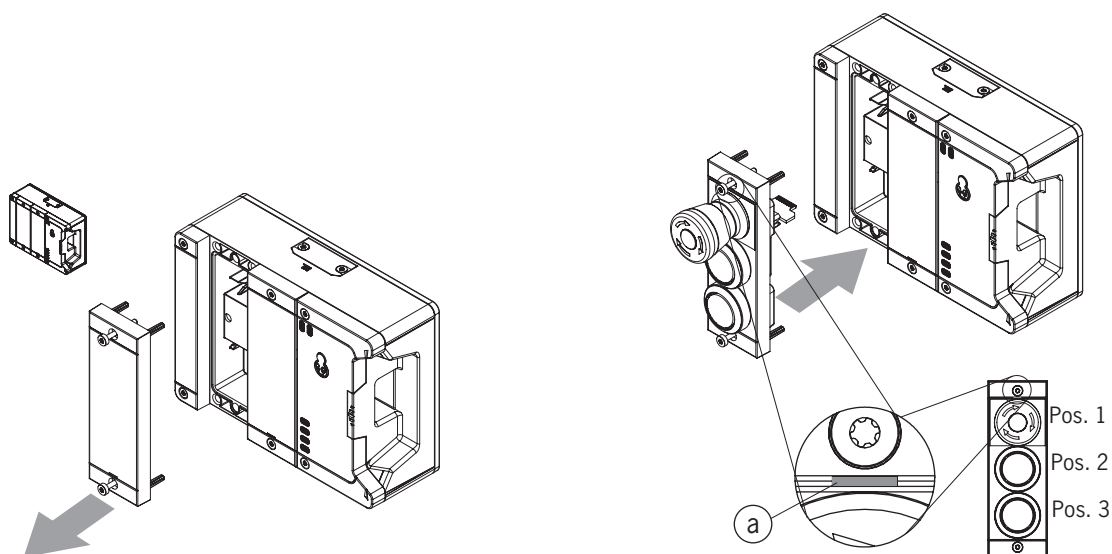

Fig. 9 : Montage d'un sous-module
- Tenir compte de l'orientation du sous-module. Voir le repère (a) sur la Fig. 9 : *Montage d'un sous-module*. Les sous-modules peuvent être pivotés également de 180°. Le repère (a) indique toujours la première position équipée. Dans l'exemple ci-dessous en l'occurrence la position de l'arrêt d'urgence S1.